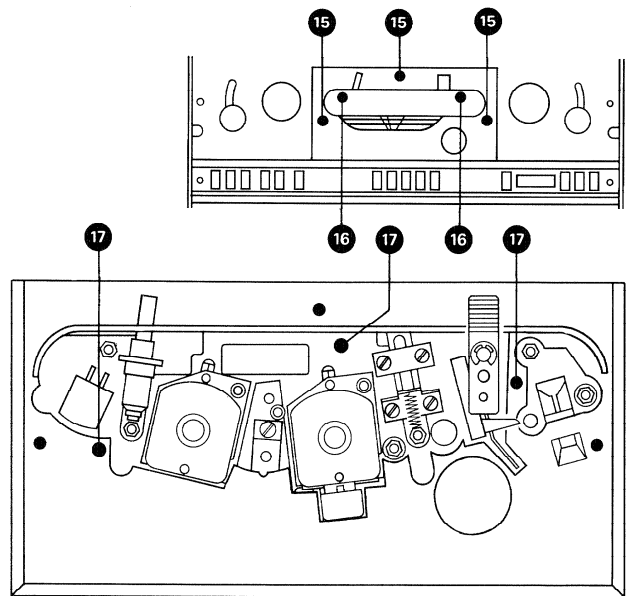

Fig. 2.5.-1
- 3 Schrauben (15) (Fig. 2.5.-1) lösen.
- Remove 3 screws (15) (fig. 2.5.-1).